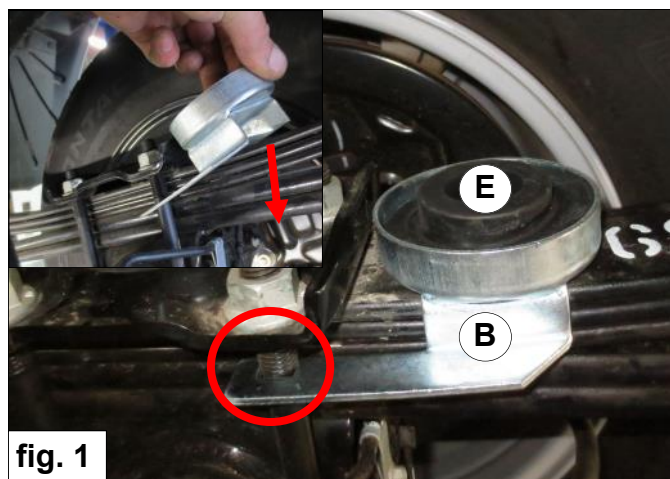

fig. 1
2. Montieren Sie die untere Halterung **B** mit eine Kippbewegung an der Blattfeder hinter der Hinterachse. Beachten Sie, dass die Halterung **B** genau auf die U-Bolzen festklemmt. Setzen Sie die Gummifeder **E** (**VR9002001**) in die untere Halterung **B**. *Siehe Abbildung 1.*